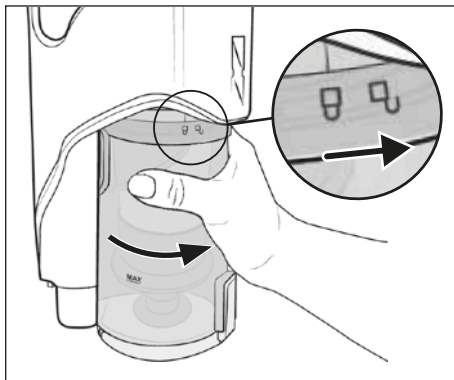

Abb. 23
- 8) Setzen Sie den Staubbehälter **7** wieder in das Gerät und drehen Sie ihn in Richtung des Symbols  (schliessen), bis er fest im Gerät sitzt (siehe Abb. 23).